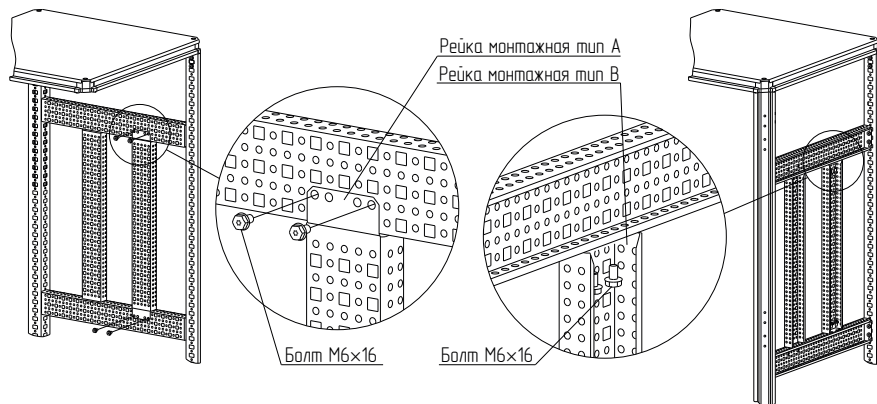

Рисунок 25
4.8.2 Закрепить рейки монтажные тип А и В по вертикали самонарезающими болтами М6х16. Момент затяжки – 7 Н·м. Болты приобрести отдельно (рисунок 25).